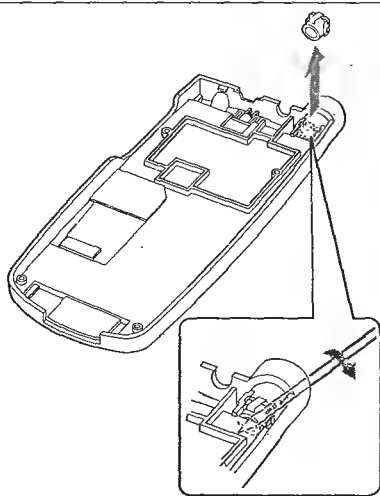

Рис. 2.9
- с помощью острого шила снимают втулку антенны (рис. 2.9);